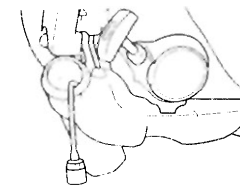

Fig. 12
**Filtro de combustible (Fig. 12)**